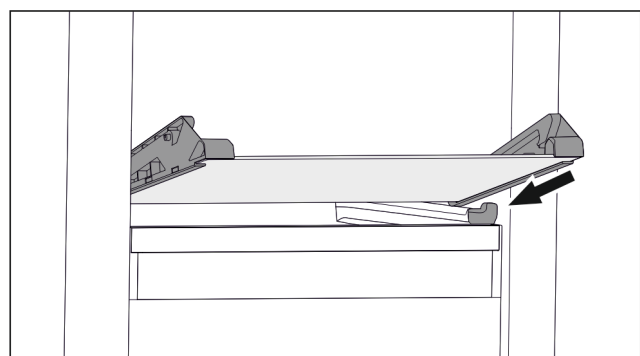

Fig. 60 Glasplatte des abklippbaren Schubfachs
- ▶ Glasplatte schräg hinter den Stopperrn aufsetzen. (zie Fig. 60)